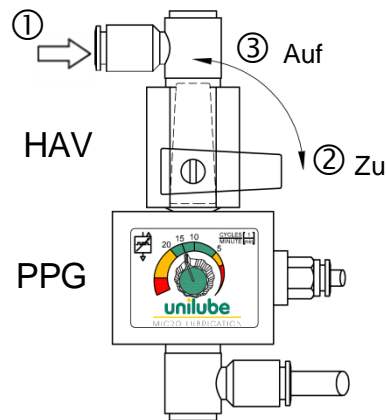
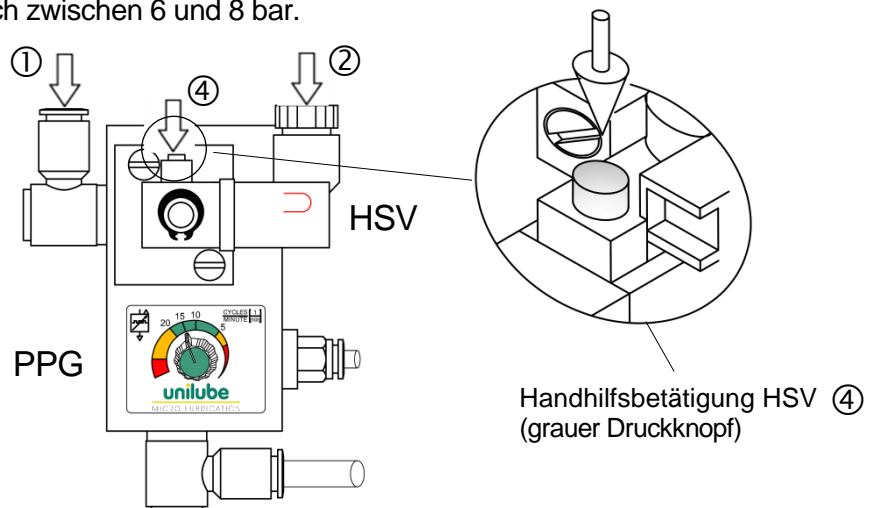
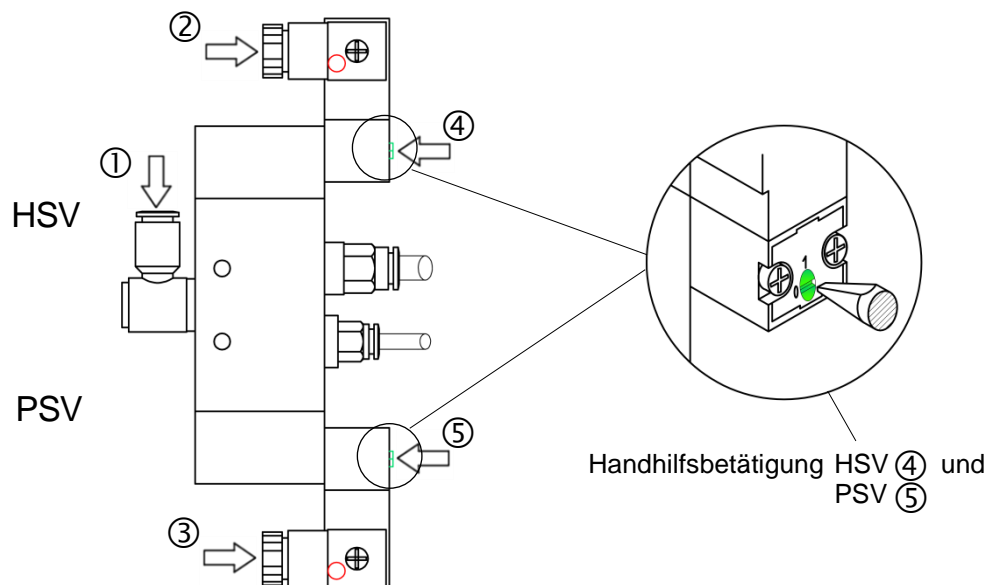

Abb. 6: HandAbsperrVentil und Pneumatischer PulsGenerator – Anschluss und Notbetätigung
Abb. 7: Elektrisches HauptSteuerVentil und Pneumatischer PulsGenerator, Anschlüsse, LED und Handhilfsbetätigung
Abb. 8: Doppelventil, Haupt- und PumpenSteuerVentil, Anschlüsse, LED und Handhilfsbetätigungen
- 4.6 Die Druckluftleitung wird über die Steckverschraubung (TUBO  $\varnothing 6 \times 4$  mm) oder das Innengewinde (G 1/8") des HandAbsperrVentils (Abb. 6 ①) oder des HauptSteuerVentils (HSV, Abb. 7 ① Option Monoventil, oder Abb. 8 ① Option Doppelventil) angeschlossen. Bei
geschlossenem Ventil (Abb. 6 Stellung ② “Zu”) ist das MSS drucklos; bei geöffnetem Ventil (Abb. 6 Stellung ③ “Auf”) wird die Druckluft dem MSS zugeführt.
Bei angebautem HandAbsperrVentil (*Abb. 6 HAV*) erfolgt die Ansteuerung (MSS An – MSS Aus) z.B. über ein maschinenseitiges Steuerventil. Die Inbetriebnahme erfolgt bei offenem HandAbsperrVentil (*Abb. 6 Stellung ③ "Auf"*).
**Vor jeder Wartungsarbeit, z.B. an den Düsen, ist das MSS in drucklosen Zustand zu bringen (maschinenseitig abgeschaltetes elektrisches HauptSteuerVentil, resp. HandAbsperrVentil geschlossen, *Abb. 6 Stellung ② "Zu"*).**
- 4.7 Optional erfolgt die Kopplung des MSS mit der Maschine über ein elektrisches 3/2-Wege HauptSteuerVentil mit 24 VDC (*Abb. 7 HSV*). Für den Anschluss an die Maschinensteuerung ist eine Kabeldose mit LED-Betriebsanzeige (*Abb. 7 ②* und *Abb. 8 ②*) vorgesehen; ebenso für den Anschluss des elektrischen PumpenSteuerVentils (*Abb. 8 ③ PSV*, Einstellung Fördertakte siehe Kapitel 6.4).
Bei Maschinenstillstand sind für Wartungszwecke Überbrückungen mittels der Handhilfsbetätigungen am elektrischen HauptSteuerVentil über den grauen Tastknopf (*Abb. 7 ④*) resp. Schraubenschlitz (*Abb. 8 ④*) und am elektrischen PumpenSteuerVentil über den Schraubenschlitz (*Abb. 8 ⑤*) vorgesehen.
6.3 Einstellung Taktzahl: Der Pneumatische PulsGenerator (PPG *Abb. 6, 7 & 15*) taktet die Dosierpumpe; die Einstellung erfolgt durch Drehen des Knebelknopfes stufenlos von 0 bis ca. 60 Impulse/Minute (optimaler Arbeitsbereich: 5 ÷ 20 Impulse/Minute, *Abb. 15* grün). Der Verstellbereich weist keinen Anschlag auf und der Knebelknopf kann beliebig in beide Richtungen gedreht werden.
Bei Verwendung des elektrischen PumpenSteuerVentils (PSV Option, *Abb. 8*) erfolgt die Taktung der Dosierpumpe über die Maschinensteuerung. Bei fixer Einschaltzeit (ca. 0.5 Sekunden) wird durch Variation der Ausschaltzeit eine Einstellung der für den jeweiligen Prozess notwendigen Schmierstoffmenge vorgenommen (siehe STEUERDIAGRAMM “MinimalSchmierSystem mit programmierbarer Förderleistung“, separat).
15 Impulse/Minute ( $\hat{=}$  15 Kolbenhübe/min, Abb. 6)
Programmierte Impulse ( $\hat{=}$  CNC-Maschinensteuerung *Abb. 8*)
8.2.7 Druckluft zuschalten (z.B. durch Überbrückung des HSV Abb. 7 ④ oder Abb. 8 ④) und das Wandern der Luftblasen in der Kapillarleitung beobachten, bis die Leitung auf der gesamten Länge bis zum Düsenkopf blasenfrei ist (Dauer: Ca. 0.75 Minuten / 1 Meter KoAx-Leitungslänge).
**Unbedingt sicherstellen, dass bei Arbeiten an den Düsen die Werkzeuge stillstehen und die Maschine abgeschaltet ist; für Wartungszwecke Betrieb mit Handhilfsbetätigung (siehe Abb. 7 ④ oder Abb. 8 ④ und Kapitel 4.7) simulieren. Düsen spitze nicht auf Personen, insbesondere nicht auf die Augen richten – Verletzungsgefahr!**